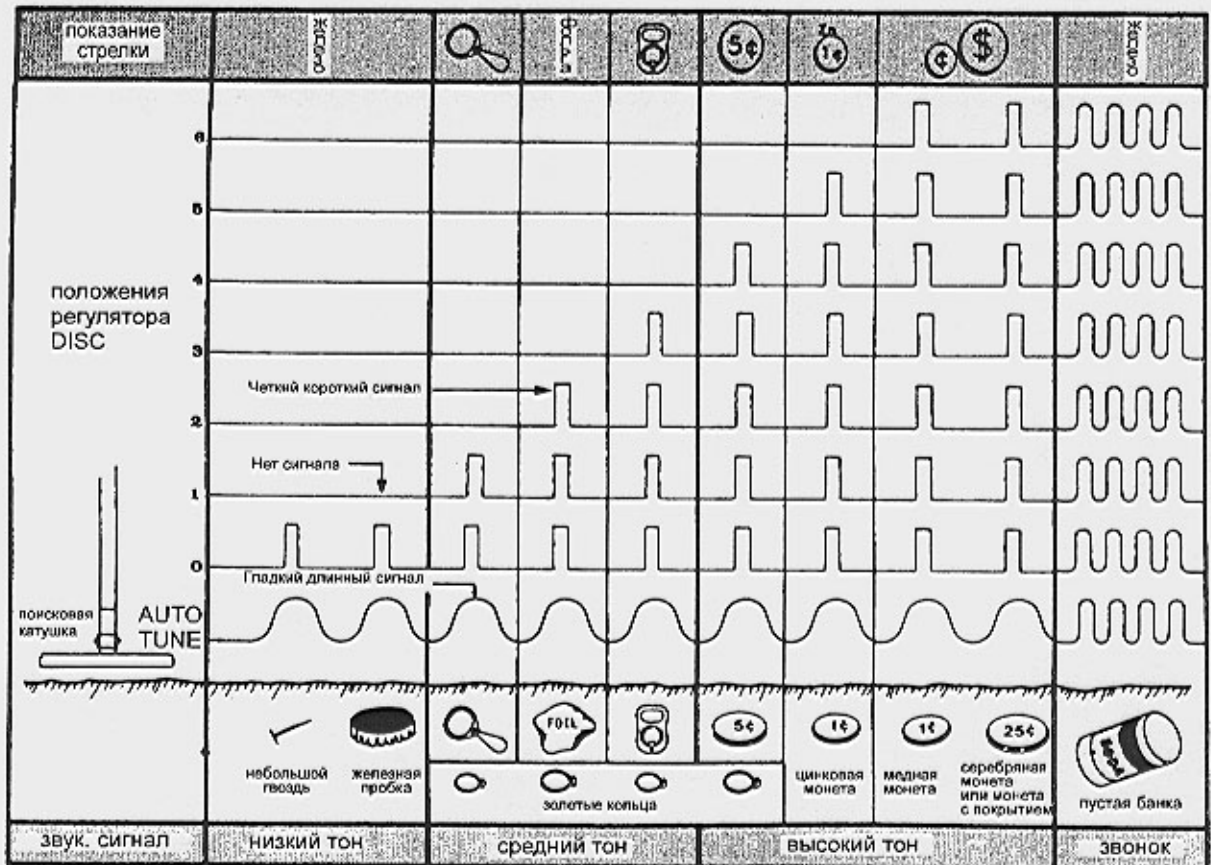

Рис. 4. Типичная реакция CZ-5 (звуковая и стрелочная) при различных уровнях дискриминации на различные объекты
15. На рис. 4 показана реакция CZ-5 на различные объекты при различных уровнях дискриминации. Обратите внимание, что по мере увеличения уровня дискриминации прибор игнорирует все больше и больше объектов.